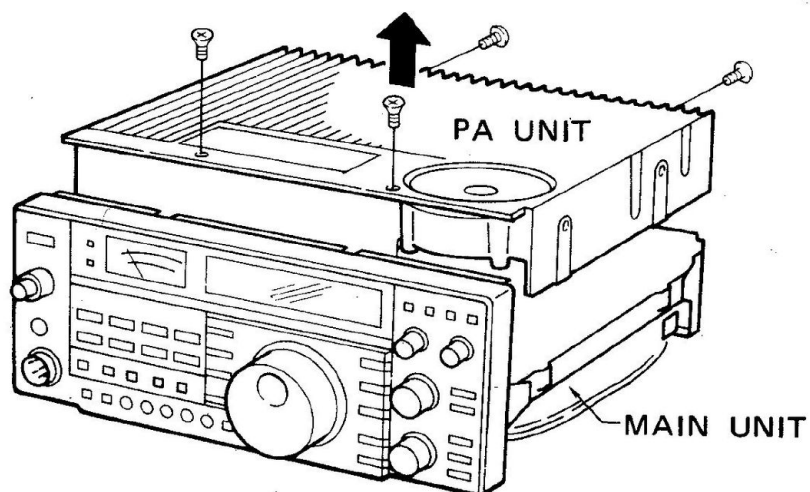

Fig. 2
2) Svitare 4 viti (Fig. 2)
3) Rimuovere PA UNIT (Fig 2)